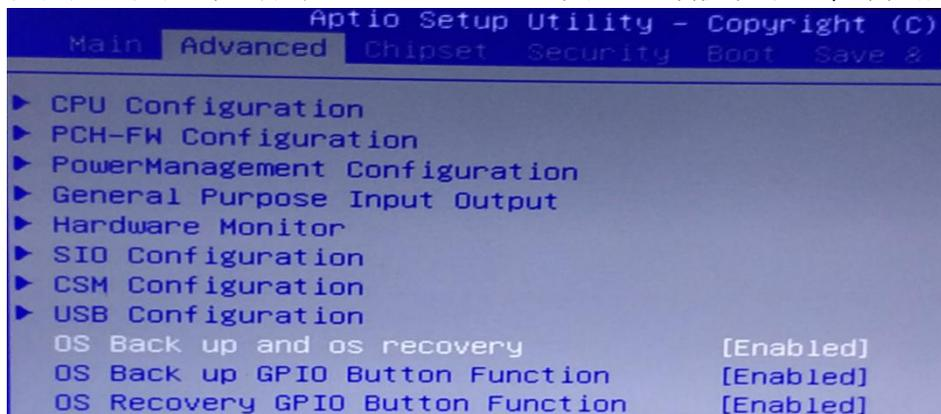

图 1 操作界面
(1) 检查工作：①由于备份及还原操作过程中机器均不能外接存储设备，在操作之前务必先检查确认 USB 接口未连接外部存储设备，如 U 盘等，否则备份还原会出现错误；②保证硬盘内存容量大小不小于 64G；
(2) 按电源键开机或上电开机后，连续重复按键盘上的 delete 键，就能进入备份操作界面（如图 1 所示）；